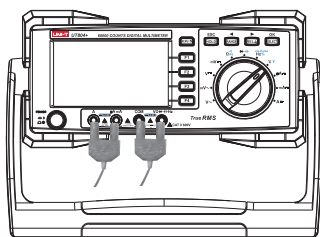

图13
- (1) 将仪表的旋转开关转到“°C/°F”测量档，按SELECT键选择摄氏温度°C或华氏温度°F，图13，将温度转接座插入四个端子，二个温度探头接入温度转接座，探头探测待测物体的表面上。